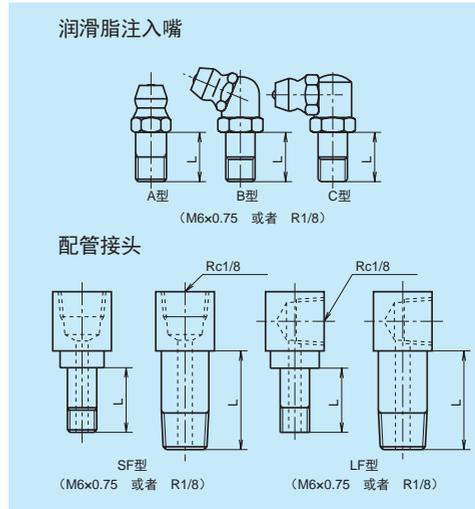

图 10 润滑脂注入嘴和专用配管接头
• LA 系列使用的润滑脂注入嘴和专用配管接头如图 10 表 7 所示。